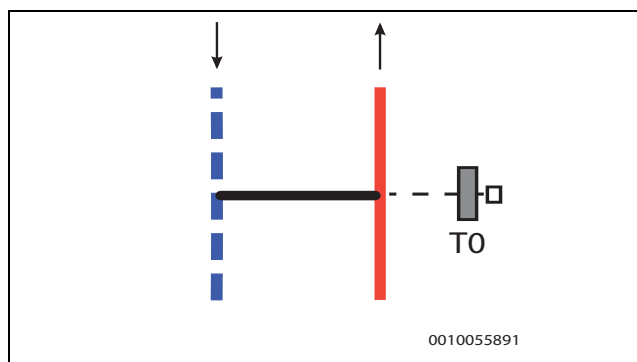

Bild 62 Bypass med rakt utförande
- Framledningsgivare TO är installerad vid bypassens framledningsanslutning → Bild 62.